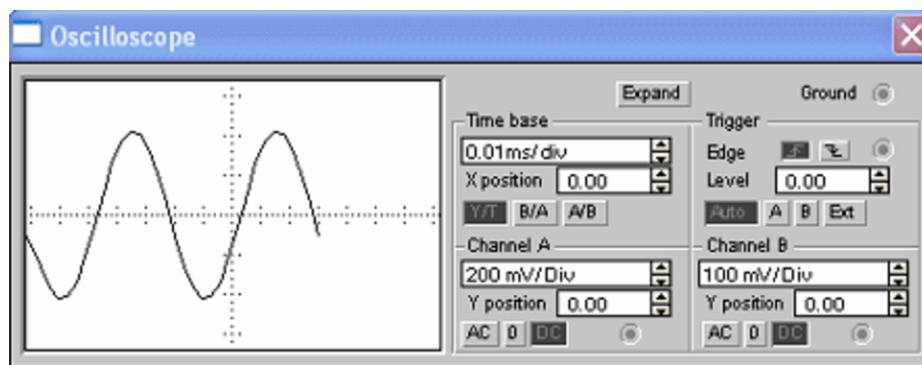

Рисунок 9 – Входной сигнал усилителя.
6. Развернуть и настроить осциллограф изменяя чувствительность и длительность развертки. На экране можно наблюдать выходной сигнал (рисунок 9)